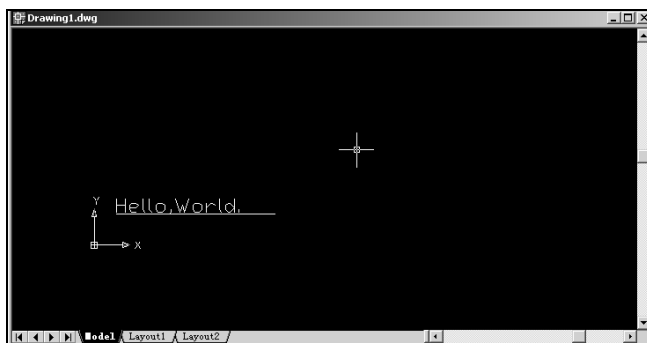

图 19-16 简单示例运行后在模型空间的结果
这里举一个简单的例子，图 19-16 所示是该例子运行后的结果。
(7) 完毕后,就可运行了。执行 Run→Run Sub→UserForm 命令(或直接按 F5 键,或单击标准工具条栏的  按钮)。
(8) 单击 VBA 编辑器右上角的“最小化”按钮,就会看到在 AutoCAD 屏幕上出现了一行 Hello,World. 及一条下划线,情形正如图 19-16 所示的那样。
(9) 现在用户可以将代码保存起来。选择 File/Save Global 选项,在弹出的 Save as... 对话框的文件名文本框项中,输入一个文件名 MyProject1,然后单击 Save 按钮。此时保存的文件就是 VBA 的工程文件,默认扩展名为 .dwb。